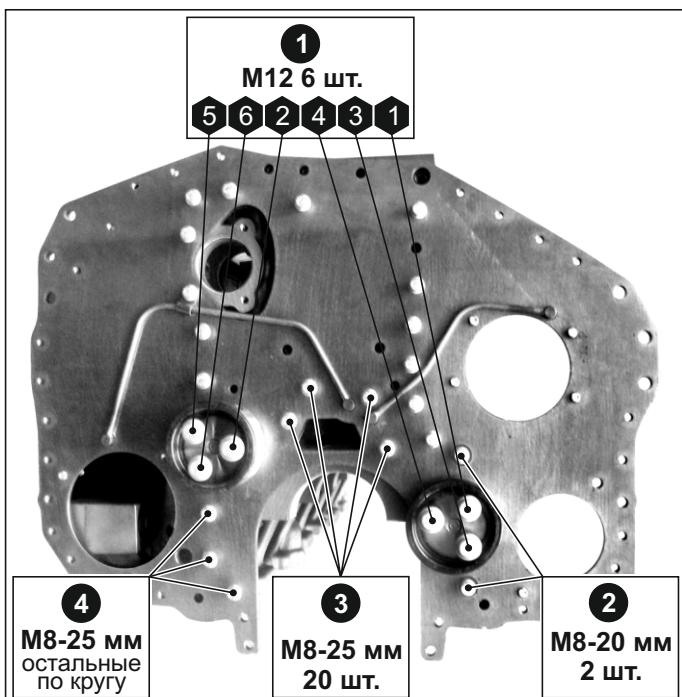

Рис. 107. Установка листа торцевого и осей шестерен промежуточных.
- Затянуть болты крепления листа торцевого моментом  $M_{kp} = 20 \pm 4$  Нм, а болты крепления осей шестерен промежуточных моментом  $M_{kp} = 90 \pm 18$  Нм согласно порядку на Рис. 107.